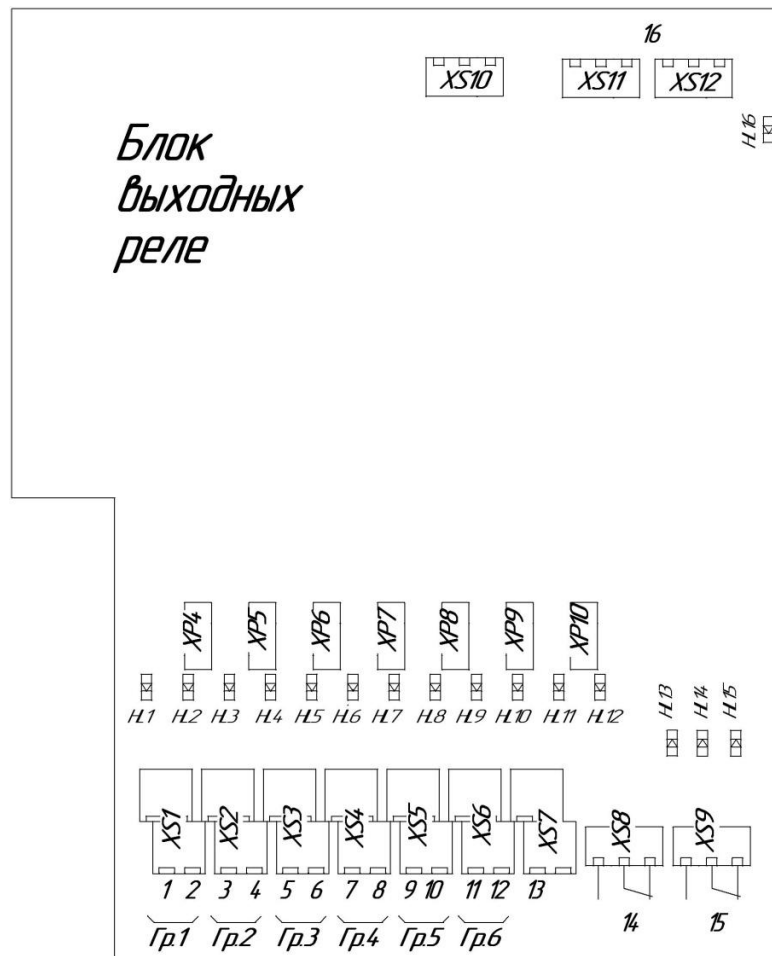

Рисунок 3.6 - Блок выходных реле
- 3.7 На плате блока выходных реле (А5) установлены (см. рисунок 3.6):
4.1.3 Технологические органы индикации расположены на плате блока выходных реле (см. рисунок 3.6) и представляют собой малогабаритные светодиоды HL1-HL16. Каждый светодиод индицирует управляющий сигнал на соответствующем выходе: HL1 – на выходе 1, HL2 – на выходе 2 и т.д.